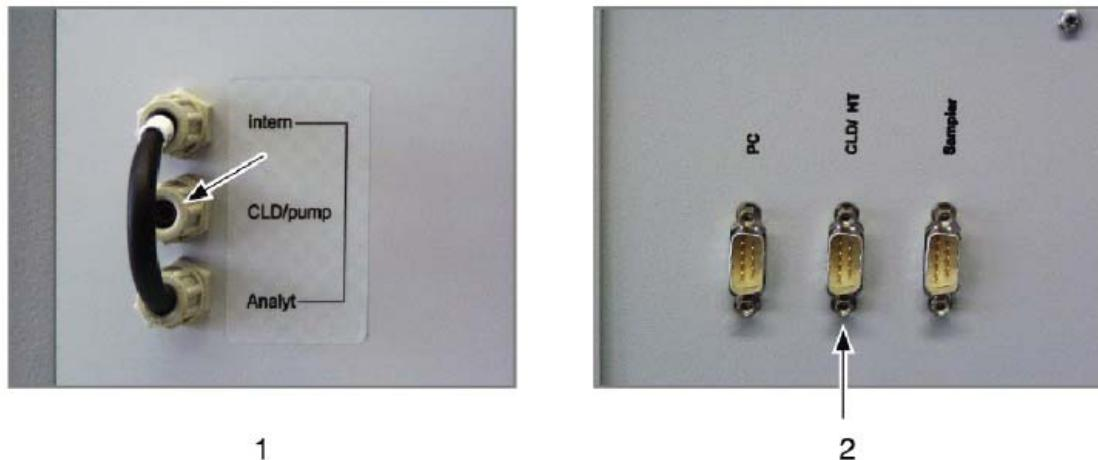

图95 化学发光检测器的接口
**注意：** CLD 和测试仪的气体连接装置是一个带有特殊支路的管道。这个管道是 CLD 仪器附带的。用这个管道将测试仪后的 CLD/Pump 接口（图 95 中 1）与 CLD 的样品接口连接。
3. 将 CLD 和测试仪的电源关闭。将测试仪后部（图 95 中 2）的串口（CLD/HT）与化学发光检测器的 RS232 串口连接。